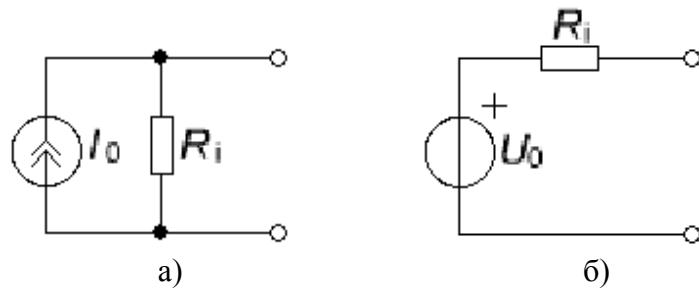

Рис. 1.1
1.1. Изучите свойства генератора тока (рис. 1.1,а), генератора напряжения (рис. 1.1,б) и условия их эквивалентности.
Для генератора тока (рис. 1.1,а) $I_{K3} = I_0$, для генератора напряжения (рис. 1.1,б) $U_{XX} = U_0$.
2.2. Измерьте нагрузочные характеристики по напряжению $U_H = f_1(R_H)$ и по току $I_H = f_2(R_H)$. Для нечетных номеров стоек исследуется генератор тока (рис. 1.1,а), для четных – генератор напряжения (рис. 1.1,б).